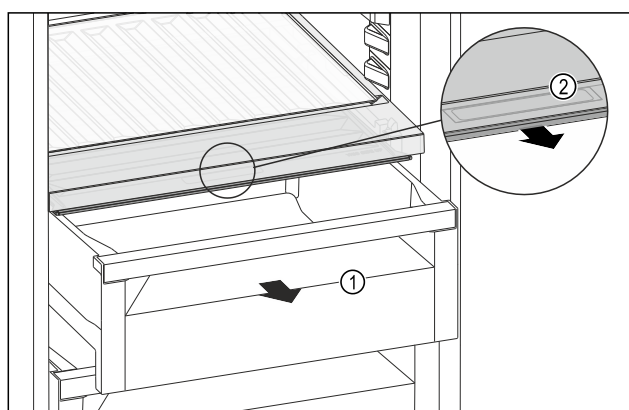

Fig. 103
- Zásuvku Fig. 103 (1) vytáhněte.
- Uchopte prohlubeň pro rukojeť Fig. 103 (2) na víku zásuvky a současně zatáhněte za víko zásuvky směrem dopředu.